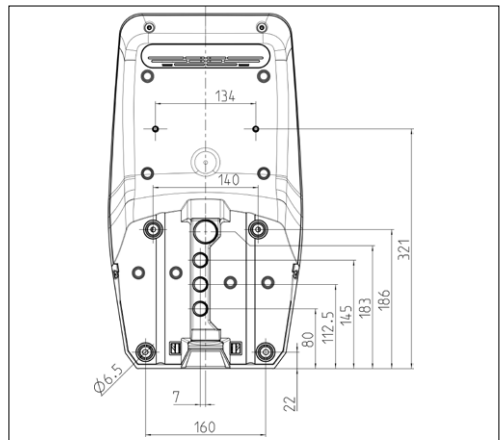

Abb.: 10. Bohrmaße [mm]
- ▶ Befestigungsbohrungen anhand der mitgelieferten Bohrschablone oder der Abbildung „Abb.: 10. Bohrmaße [mm]“ anzeichnen.